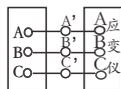

图2
- 3、当应变仪A、B、C直接与本仪器A、B、C连接进行校验时，校验的结果反映应变仪本身的性能，不包括实际使用时测量线引起的附加误差。如图2所示。